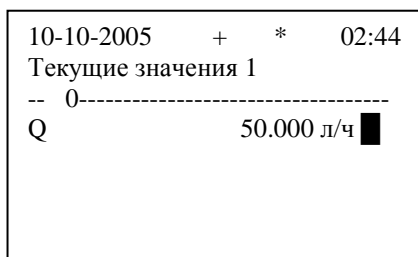

Рис. 12 – Индикация контрактного значения
Включение или выключение контрактных значений в том случае, если настройкой вычислителя предусмотрено их включение вручную, осуществляется следующим образом. Необходимо выбрать требуемый параметр, ответить «нет» на предложение изменить его значение, после чего контрактное значение будет включено (появится соответствующая индикация напротив данного параметра). Выключение осуществляется аналогично. После включения контрактного значения, вне зависимости от результатов измерения данного параметра, на экране ЖКИ в режиме «Текущие значения» будет индицироваться контрактное значение, а параметр будет помечен черным прямоугольником (рис. 12).
3.5.3.2.2 При *автоматическом* включении контрактных значений для любого из параметров вместо символов «\*\*\*\*\*» индицируется контрактное значение, а сам параметр отмечен черным прямоугольным маркером (как показано на рис. 12). НС не индицируется, индикатор НС не зажигается. Контрактные значения участвуют в дальнейшей обработке результатов измерений вместо измеренных значений.